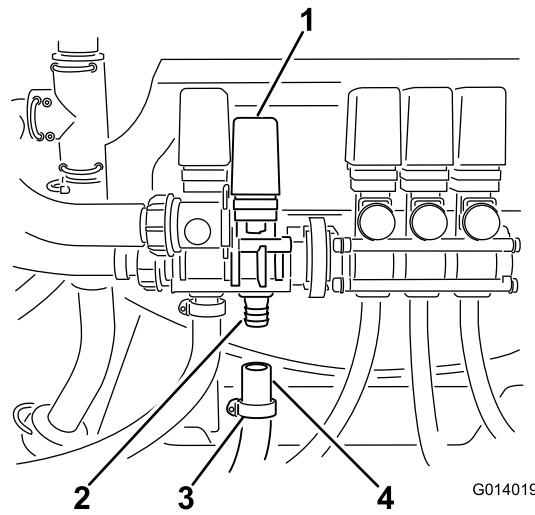

図 28
3. ホースクランプ（1個）をゆるめてホースに通す（図 28）。